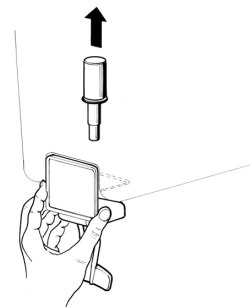

Bild 5
- 5 **Schwerkraftsventil:** den Kolben herausziehen und danach den Betätigungshebel des Ventils abmontieren (Bild 5).